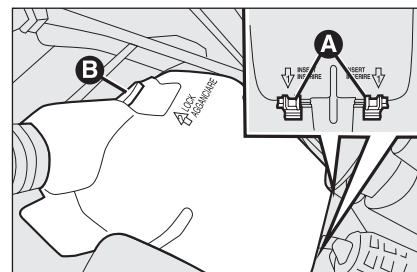

fig. 51
- insérer les deux accrochages **A**-fig. 51 dans leurs logements respectifs situés dans la boîte de fusibles;